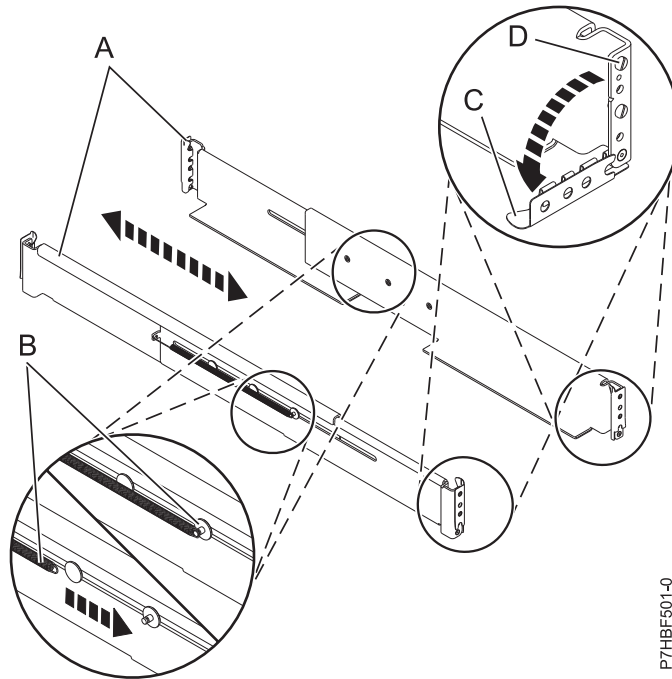

Abbildung 5. Schienen installieren
3. Drehen Sie die vorderen und hinteren Klemmen **(C)** an der linken und rechten Schiene nach unten, siehe hierzu Abb. 5 auf Seite 9.
4. Entfernen Sie an den Schienen das Band, das die Feder **(B)** an der Schiene fixiert. Haken Sie das Ende der Feder um den kreisförmigen Abstandshalter an der Schiene, siehe hierzu Abb. 5.